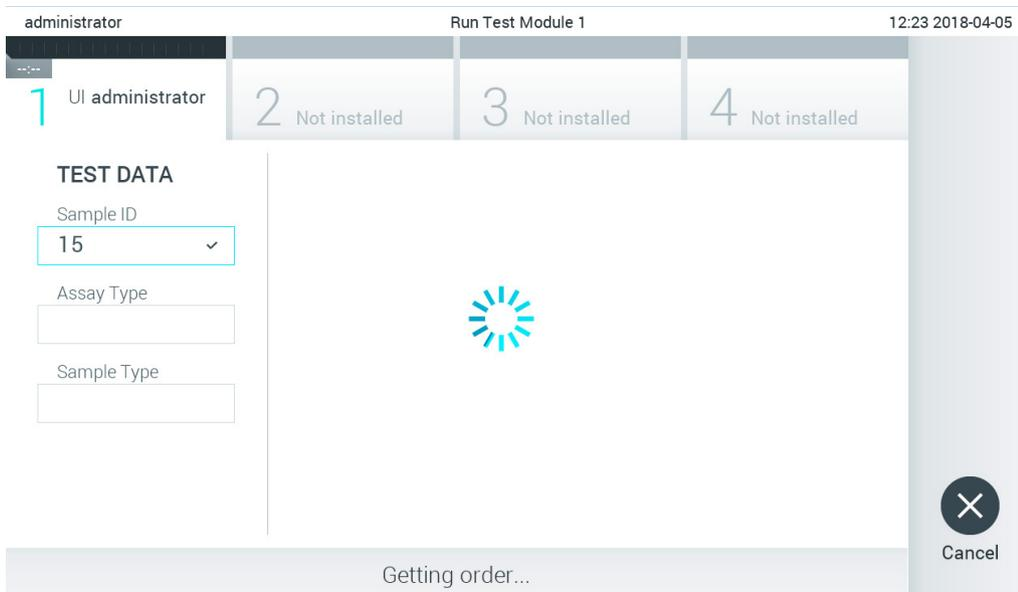

Abbildung 83. Anzeige beim Abrufen der Testanforderung.
3. Die Proben-ID wird an den Host gesendet und der QIAstat-Dx Analyzer 1.0 wartet auf eine Testanforderung. Die Meldung „Getting order...“ (Anforderung abrufen ...) wird angezeigt (Abbildung 83).